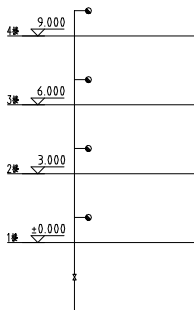

图 11-6 打开素材
① 按 Ctrl+O 组合键，打开配套光盘提供的“第 11 章/11.1.2 对象选择.dwg”素材文件，结果如图 11-6 所示。